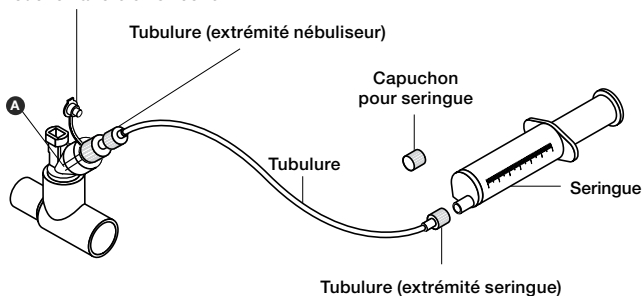

Figure 7. Kit de tubulures de nébulisation continue
7. Insérer la seringue remplie de médicament dans la pompe à perfusion par seringue (la pompe n'est pas illustrée dans la Figure 7).